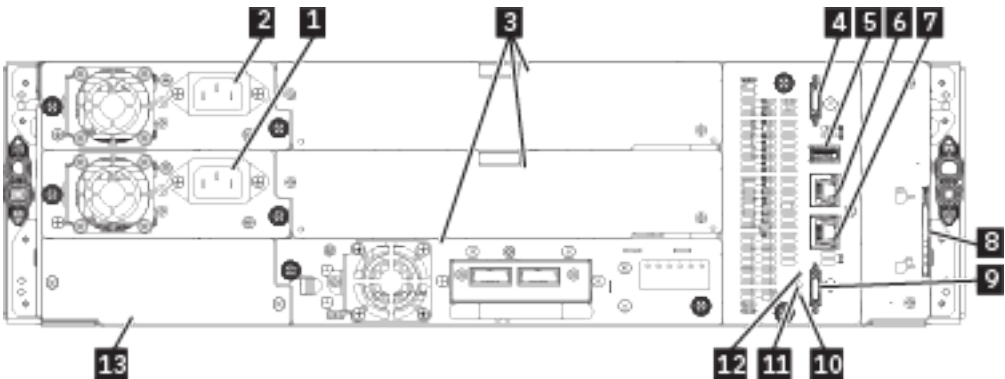

Figura 64. Pannello posteriore
2. Sul retro di ciascun modulo (base ed espansione), sul controller del modulo, consultare Figura 64 a pagina 100 e Tabella 42 a pagina 100.